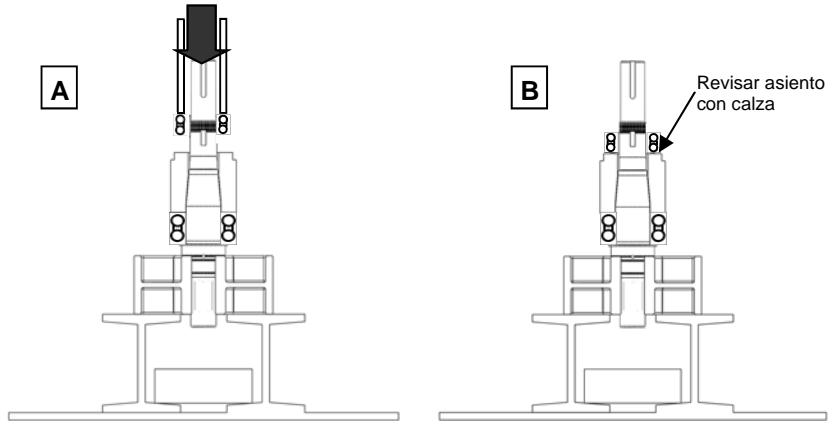

Figura 50: Presionar cojinete trasero sobre eje
2) Aplique una ligera capa de lubricante en el eje. Abra el nuevo cojinete trasero y colóquelo sobre el eje por encima del espaciador del cojinete (Figura 50, A). Con una manga que se apoye en la pista interior del cojinete y sobre el eje, presione el cojinete hasta que se asiente contra el espaciador del cojinete. Para la serie AL40 es importante mantener todos los ensambles juntos, ya que vienen empacados. Asegúrese de que el cojinete se apoye en el espaciador del cojinete usando una calza (Figura 50, B).